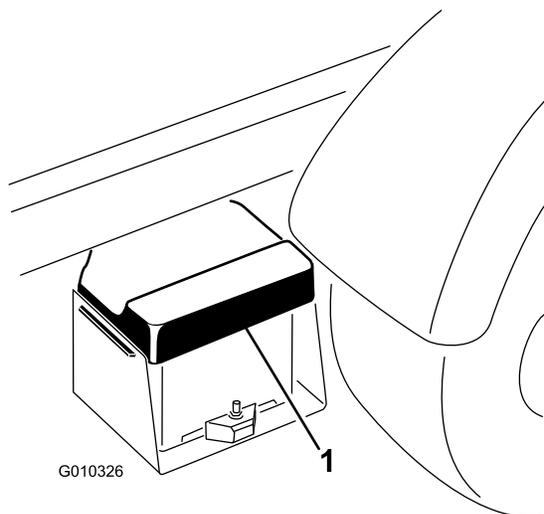

Рисунок 49
1. Сожмите крышку аккумуляторной батареи, чтобы высвободить лапки из корпуса аккумуляторной батареи, и снимите крышку аккумуляторной батареи с корпуса (Рисунок 49).